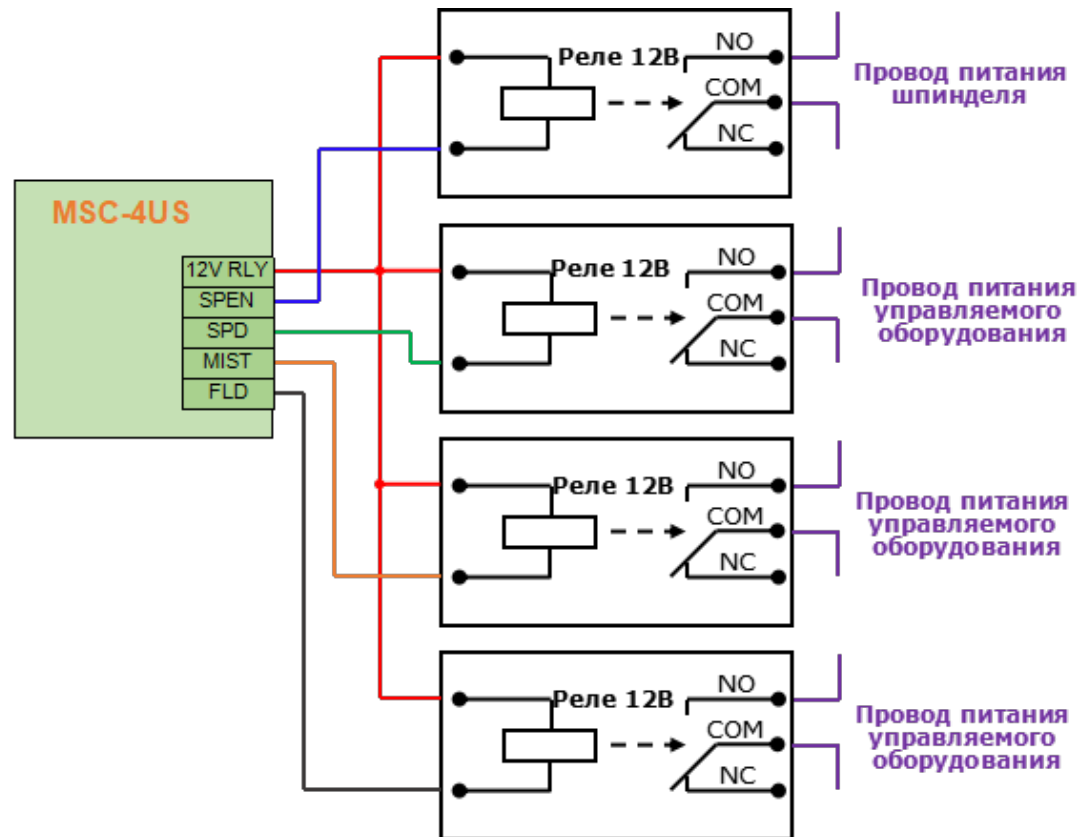

Рисунок 7: Подключение реле к контроллеру MSC-4US
*SPEN* — сигнал включения/выключения шпинделя — выход может находиться в двух состояниях: а) замыкается на землю (сопротивление между выводом и общим проводом GND1 близко к 0 Ом); б) разрывает землю (сопротивление между выводом и общим проводом GND1 очень большое). К выводу может быть подключено реле включения коллекторного шпинделя (2-ой управляющий контакт реле подключается к выводу питания *12V RLY*) — см. рис. 7. Сигнал активируется командой M03, деактивируется командой M05. Опционально функция этого выхода может быть изменена на сервисный сигнал *OUT1* (бит0 в параметре \$375: \$375=1), управляемый командами M64/M65: *M64P1* — активация сигнала, *M65P1* — деактивация.
*MIST* — сигнал включения/выключения охлаждения инструмента (обычно масляным туманом). Выход может находиться в двух состояниях: а) замыкается на землю при включении охлаждения (сопротивление между выводом и общим проводом GND1 близко к 0 Ом); б) разрывает землю при выключении (сопротивление между выводом и общим проводом GND1 очень большое). К выводу может быть подключено реле включения охлаждения (2-ой управляющий контакт реле подключается к выводу *12V RLY*) — см. рис. 7. Это дополнительное охлаждение: сигнал активируется командой M07, деактивируется командой M09. Опционально функция этого выхода может быть изменена на сервисный сигнал *OUT3* (бит2 в параметре \$375: \$375=4), управляемый командами M64/M65: *M64P4* — активация сигнала, *M65P4* — деактивация.
*FLD* — сигнал включения/выключения охлаждения шпинделя (обычно охлаждающей жидкостью). Выход может находиться в двух состояниях: а) замыкается на землю при включении охлаждения (сопротивление между выводом и общим проводом GND1 близко к 0 Ом); б) разрывает землю при выключении (сопротивление между выводом и общим проводом GND1 очень большое). К выводу может быть подключено реле включения охлаждения (2-ой управляющий контакт реле подключается к выводу *12V RLY*) — см. рис. 7. Это основное охлаждение: сигнал активируется командой M08, деактивируется командой M09. Опционально функция этого выхода может быть изменена на сервисный сигнал *OUT4* (бит3 в параметре \$375: \$375=8), управляемый командами M64/M65: *M64P8* — активация сигнала, *M65P8* — деактивация.